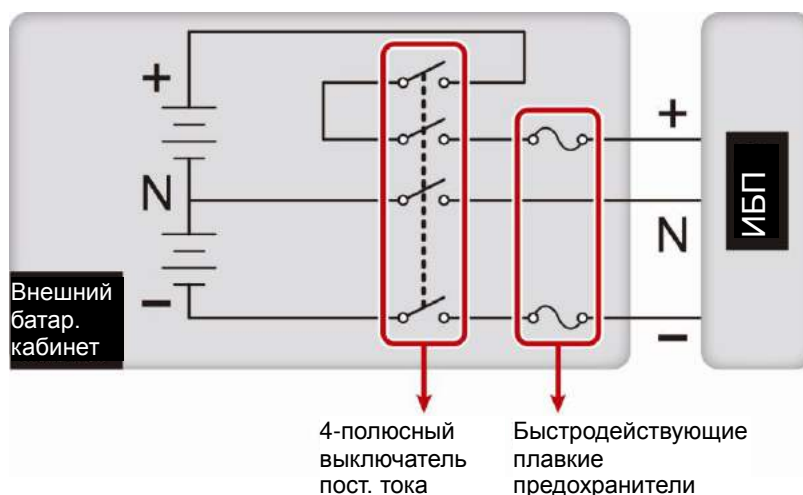
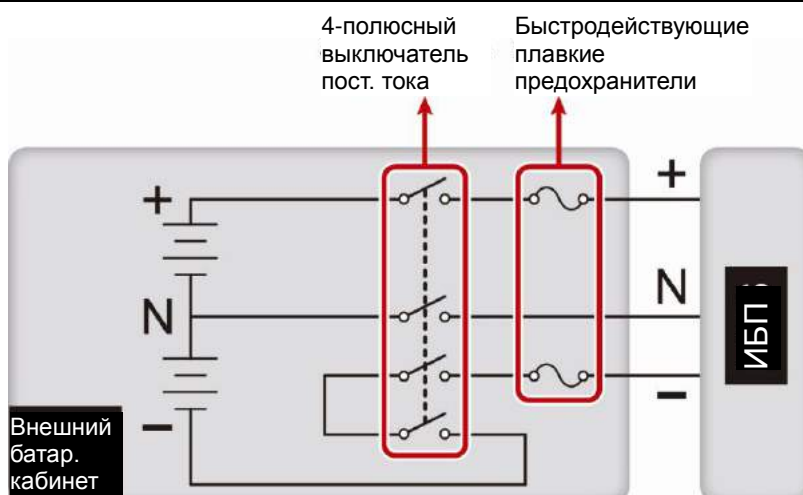

Рис.4-1 4-полюсный автоматический выключатель и плавкие предохранители – I
Рис.4-2 4-полюсный автоматический выключатель и плавкие предохранители – II
- * Необходимо использовать 4-полюсный автоматический выключатель постоянного тока со следующими рабочими напряжениями: 1 полюс 250 В, 2 полюса 500 В, 3 полюса 750 В, ток срабатывания 35 кА или выше. Схема коммутации ИБП Delta и внешних батарейных кабинетов других производителей приведена на Рис.4-1 и Рис.4-2.